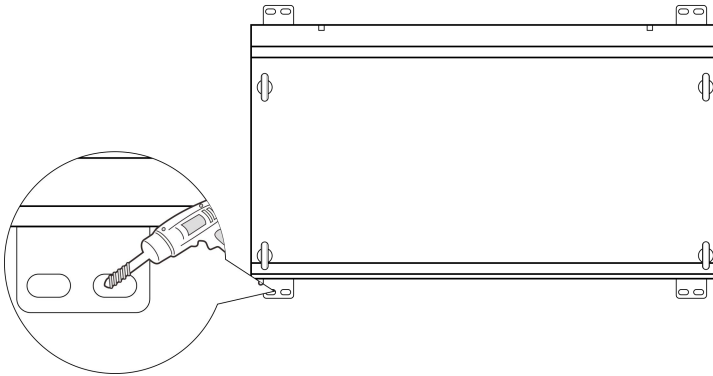

Рисунок 2-2
3. Після виконання кроку 2 необхідно просвердлити 8 отворів у землі за допомогою перфоратора (Рисунок 2-2).